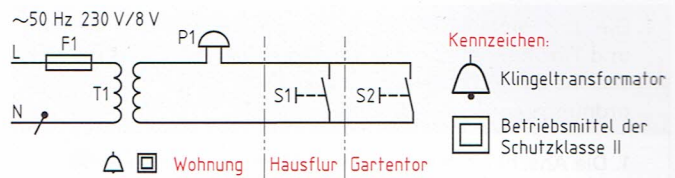

Bild 1: Stromlaufplan einer einfachen Klingelanlage mit zwei Betätigungsstellen
Einfache Klingelanlagen (Weckeranlagen) bestehen aus einem elektromagnetischen *Signalgeber* (Wecker, Klingel, Gong), einem *Befehlsgerät* (Tastschalter) und einer *Stromversorgung*. Klingelanlagen werden meist mit Kleinspannung (SELV) betrieben, die einem Klingeltransformator entnommen wird. Klingeltransformatoren müssen unbedingt kurzschlussfest sein. Im Falle eines Kurzschlusses ist der fließende Strom so klein, dass der Transformator keinen Schaden nimmt. Sind für eine Klingelanlage mehrere Betätigungsstellen erforderlich, so werden die Tastschalter parallel geschaltet (**Bild 1**).
1. Die mit einer Außenbeleuchtung kombinierte Klingel- und Türöffneranlage **Bild 1** enthält einen Schaltungsfehler. Welche Schaltverbindung ist zu ändern, damit die Anlage ordnungsgemäß funktioniert?